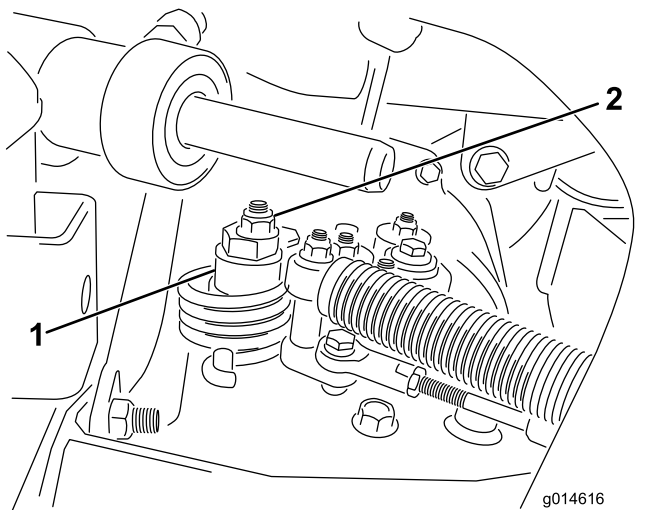

Figura 38
- A. Afrouxe a porca que prende o excêntrico ao topo do hidrostato (Figura 38).
- C. Gire o excêntrico até que o deslizamento não ocorra em nenhuma direção. Quando a roda parar de girar, aperte a porca travando o excêntrico e o ajuste (Figura 38). Verifique o ajuste com o acelerador na posição SLOW e FAST.